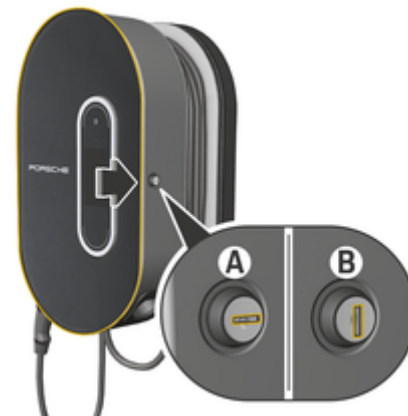

Fig. 238: Charge Dock
- ▶ Vri låsen til posisjon **A** (Fig. 238).
- ▶ Vri låsen til posisjon **B** (Fig. 238).